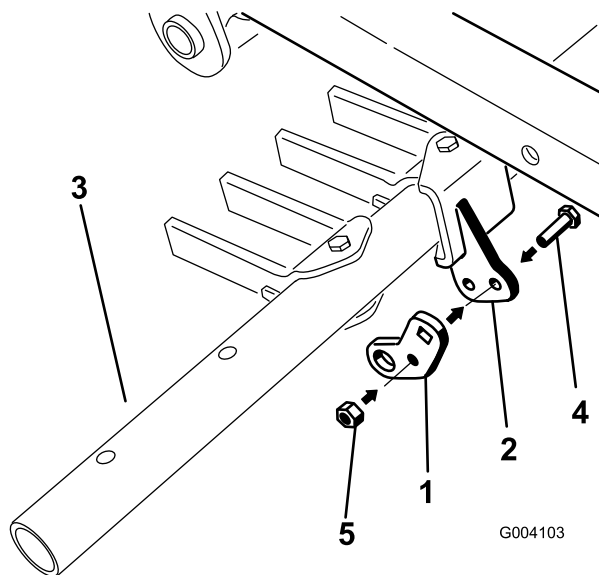

Figura 14
2. Instalai fără a strânge orificiul central al capătului metalic pivotant pe suportul pivotant de pe bara de instrumente folosind un urub (5/16 x 1") i o contrapiuliă (5/16") (Figura 14).